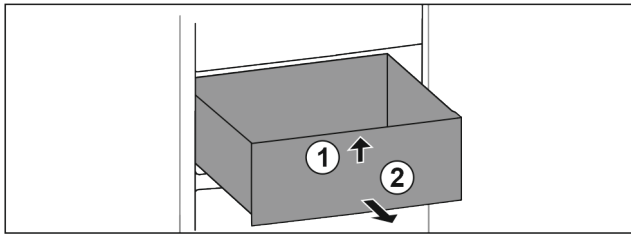

Fig. 91
- ▶ Podignite ladicu sprijeda. Fig. 91 (1)
- ▶ Izvadite ladicu prema naprijed. Fig. 91 (2)